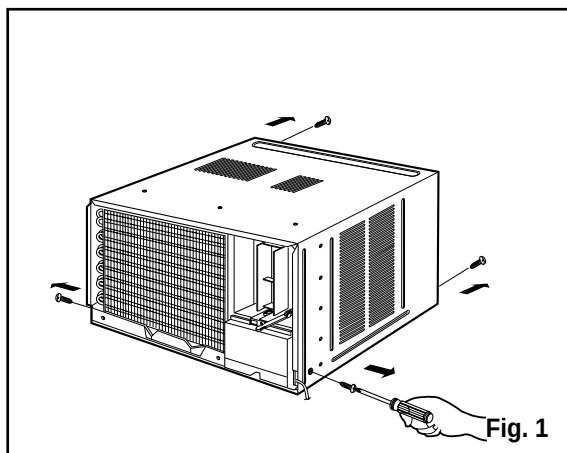

Fig. 1
Quite la TAPA DEL DESAGÜE y conecte el TUBO a la BANDEJA EVAPORADORA. (Ver Fig.1)
1. Retire los 4 tornillos que unen el gabinete a la parte posterior y lateral de la unidad. (Ver Fig. 1)